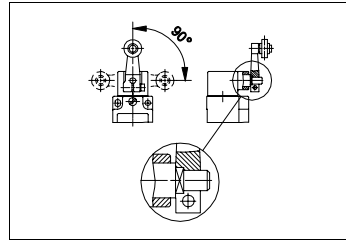

Fig. 1: Positionnement de l'actionneur (plan vertical)
- Monter le levier de façon que le carré de l'arbre d'entraînement et le levier s'interpénètrent (cf. Fig. 1).